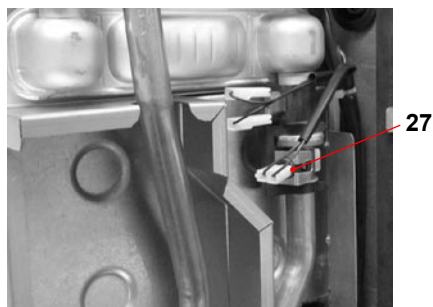

Figura 8.4
- Scollegare il cablaggio della sonda NTC riscaldamento 27 in Figura 8.4.
- Ricollegare il cablaggio della sonda NTC riscaldamento 27 in Figura 8.4.